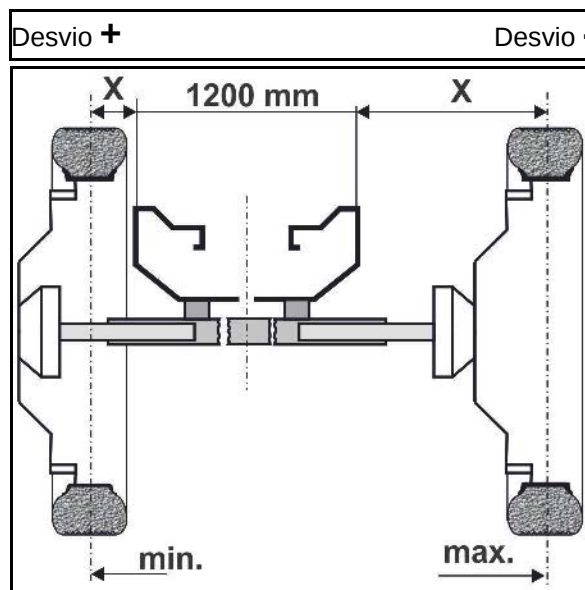

Fig. 119
5. Empurrar ou estender a metade do eixo para a posição pretendida. Para isso, determinar a medida x do canto exterior da estrutura base (Fig. 119/1) até ao meio da roda do pulverizador e empurrar ou estender respetivamente a metade do eixo.